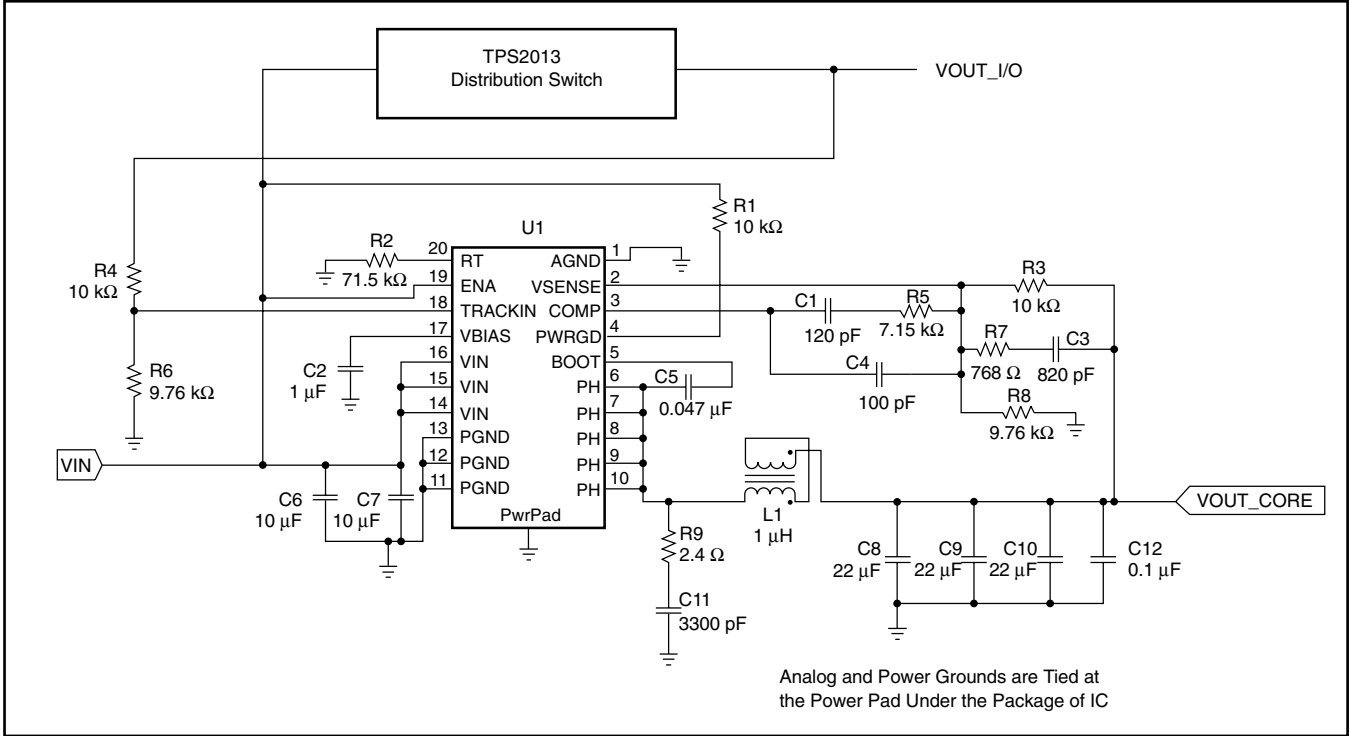

Figure 9. Application Circuit
(1) 設計で規定されています。
(2) 抵抗性静負荷のみの場合です。
(3) 図9の回路での規定です。
(4) 一対のMOSFETのうちローサイド側のオン抵抗はテストで、ハイサイド側のオン抵抗は設計で規定されています。
図9にTPS54380の代表的なアプリケーション回路図を示します。TPS54380 (U1) は標準出力電圧1.8V時3A以上の出力電流を供給することができます。適切な熱特性を実現するには、ICパッケージの底面にむき出しの熱対策用のPowerPADをプリント基板にはんだ付けしなければなりません。電源立ち上がりのトラッキングを行なうには、I/O電源のイネーブルを使用してください。